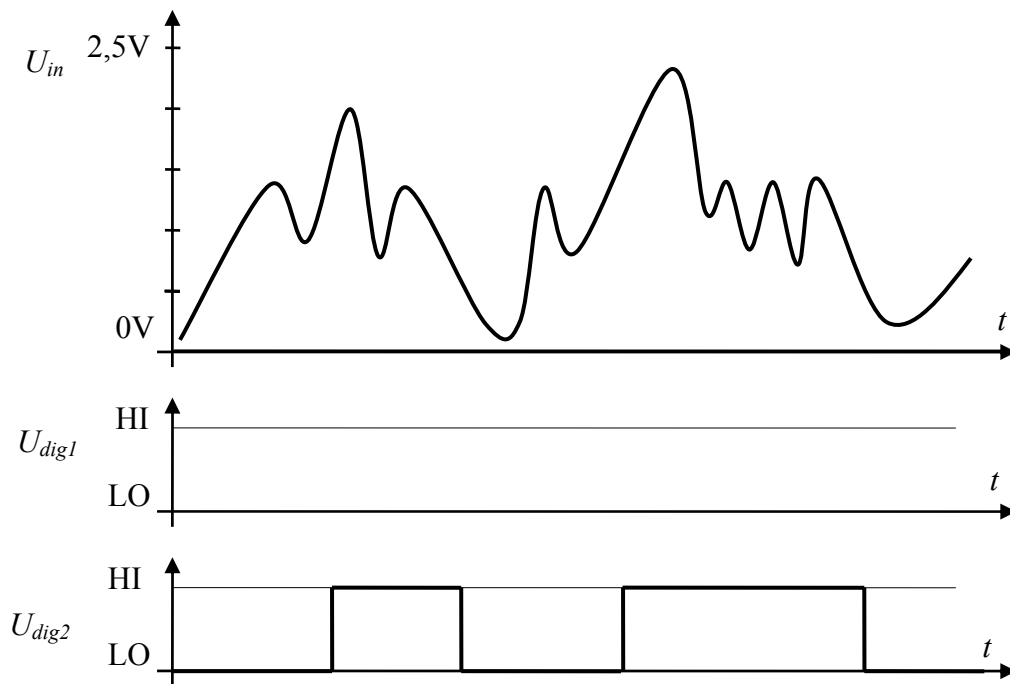

Abbildung 3.1
In Abbildung 3.1 ist ein analoger Spannungsverlauf  $U_{in}$  gegeben.
- (a) Dieses Signal  $U_{in}$  wird an einen Eingang eines digitalen Gatters mit Schwellwert  $U_{th} = 1,25V$  (ohne Hysteresis) gelegt. Ergänzen Sie in Abbildung 3.1 den Spannungsverlauf  $U_{dig1}$  nach der Digitalisierung!